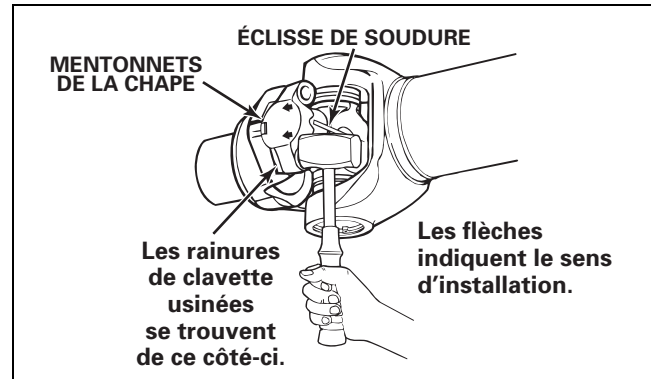

Figure 17
1. Veuillez vous assurer que le joint universel est entièrement assis dans la mâchoire de l'arbre secondaire avant d'y installer les chapeaux de palier. Figure 17.